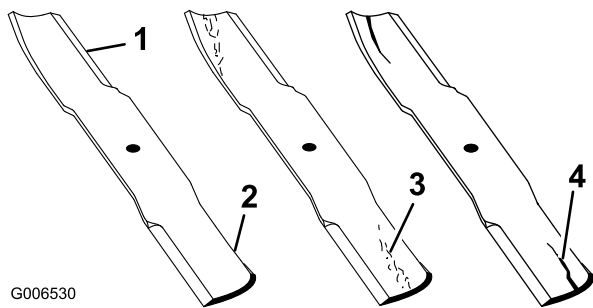

Figure 90
1. Examinez le tranchant des lames (Figure 90). Si les lames ne sont pas tranchantes ou si elles présentent des indentations, déposez-les et aiguisiez-les. Voir Aiguisage des lames.
2. Inspectez les lames, surtout la partie relevée (Figure 90). Remplacez immédiatement toute lame endommagée, usée ou qui présente une entaille (Figure 90).